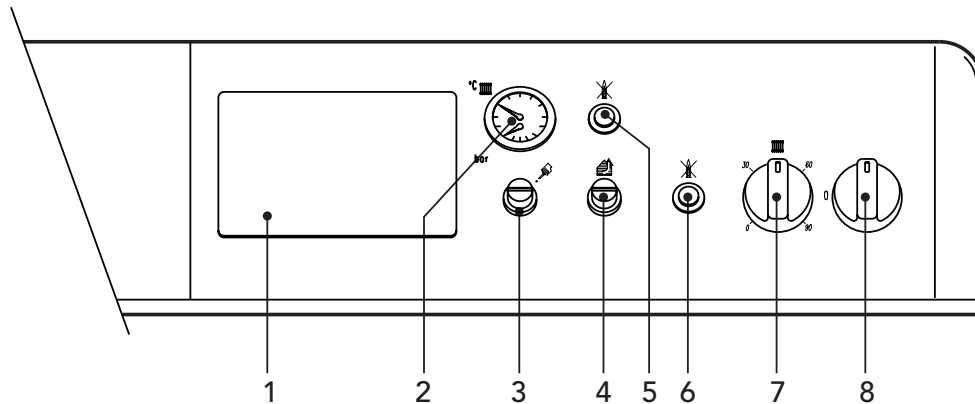

Abb. 1
- Den Schalter **"8"** der Kombitherme auf 1 stellen (Abb. 1).
- Falls die Therme mit einer elektronischen Temperaturregeleinheit ausgestattet ist, die in der auf Abb. 1 dargestellten Position 1 montiert wird, muss der Benutzer auch die vom Hersteller der Regeleinheit gelieferten Anleitungen befolgen.
Wenn der Drehgriff 7 von Abb.1 im Uhrzeigersinn gedreht wird, wird die Temperatur des Heizwassers erhöht, bei Drehen gegen den Uhrzeigersinn wird sie verringert. Die Temperatur kann innerhalb eines Bereichs von mindestens 30° bis maximal 90° eingestellt werden.
Am Raumthermostat die gewünschte Raumtemperatur einstellen. Auf Befehl des Raumthermostats wird die Therme eingeschaltet, um das Anlagenwasser auf die am Heizkessel-Regelthermostat 7 von Abb. 1 eingestellte Temperatur zu bringen. Bei Erreichen der gewünschten Raumtemperatur wird der Wärmeerzeuger abgeschaltet. Falls kein Raumthermostat installiert ist, sorgt die Therme dafür, dass die Anlage auf der am Heizkessel-Regelthermostat eingestellten Temperatur gehalten wird.
Der am Wasserstandszeiger der Therme (2, Abb. 1) abgelesene Einfülldruck bei kalter Anlage muss circa 1,0 bar betragen. Falls der Anlagendruck während des Betriebs (aufgrund Verdampfung der im Wasser aufgelösten Gase) unter diesen Mindestwert sinken sollte, muss der Benutzer den Wasserhahn betätigen, um ihn wieder auf den ursprünglichen Wert zu bringen. Nicht vergessen, den Wasserhahn nach diesem Vorgang wieder zu schließen.